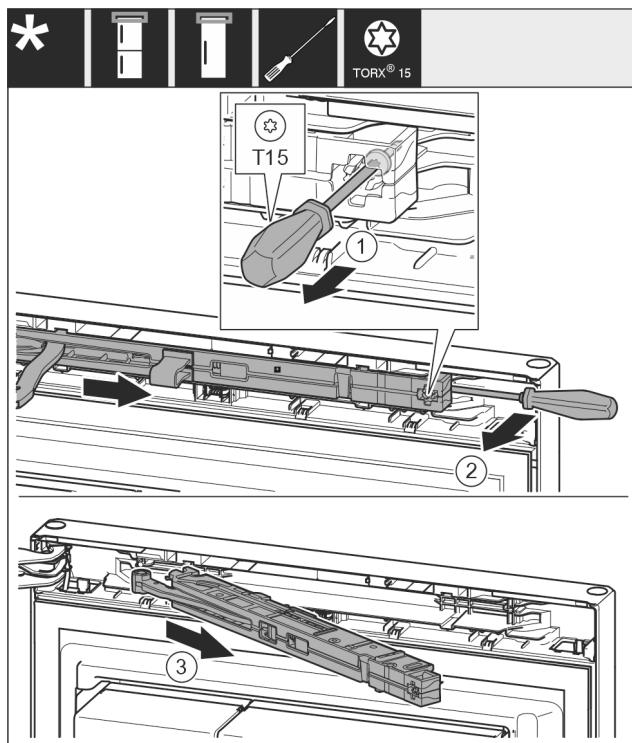

Fig. 8
- ▶ Šroub na jednotce tlumiče zavírání povolte šroubovákem T15 o cca 14 mm. Fig. 8 (1)
- ▶ Šroubovákem na straně madla zajedte za jednotku tlumiče zavírání a otočte jednotku dopředu. Fig. 8 (2)
- ▶ Vytáhněte jednotku tlumiče zavírání. Fig. 8 (3)